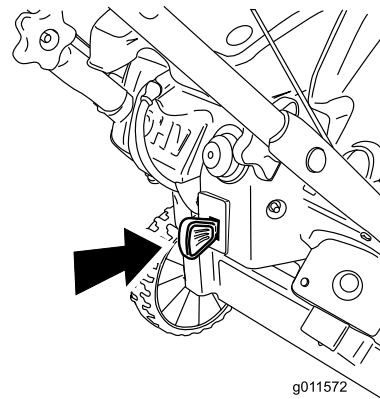

Рисунок 16
1. Поверните ключ зажигания по часовой стрелке в положение On (Включено) (Рисунок 16).